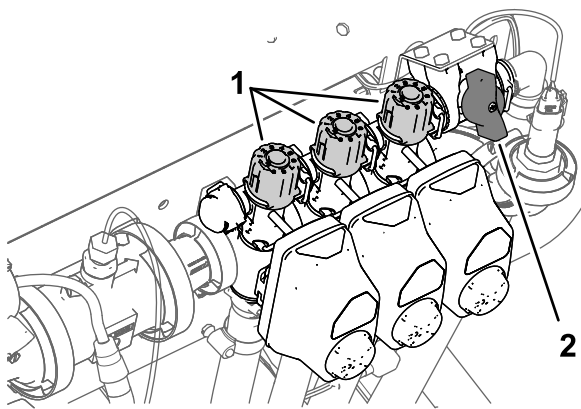

图 33
2. 关闭左喷洒臂段开关并调节喷洒臂段旁通旋钮图 33 直至显示的喷洒率达到表中所示的先前水平。
4. 调节右喷洒臂段旁通旋钮图 33 直至显示的喷洒率达到表中所示的先前水平。
6. 调节中喷洒臂段旁通旋钮图 33 直至显示的喷洒率达到表中所示的先前水平。